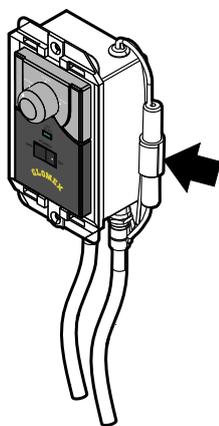

Abb. 62
- Entfernen Sie die beschädigte oder durchgebrannte Schmelzsicherung **Abb. 62** aus dem Gehäuse und ersetzen Sie sie durch eine neue Schmelzsicherung (**Typ T 3A15 5x20**, d.h. verzögerte Rohrschmelzsicherung, mit einem Durchmesser von 5 mm und einer Länge von 20 mm, 3 A Nennstrom und 15 V Nennspannung).